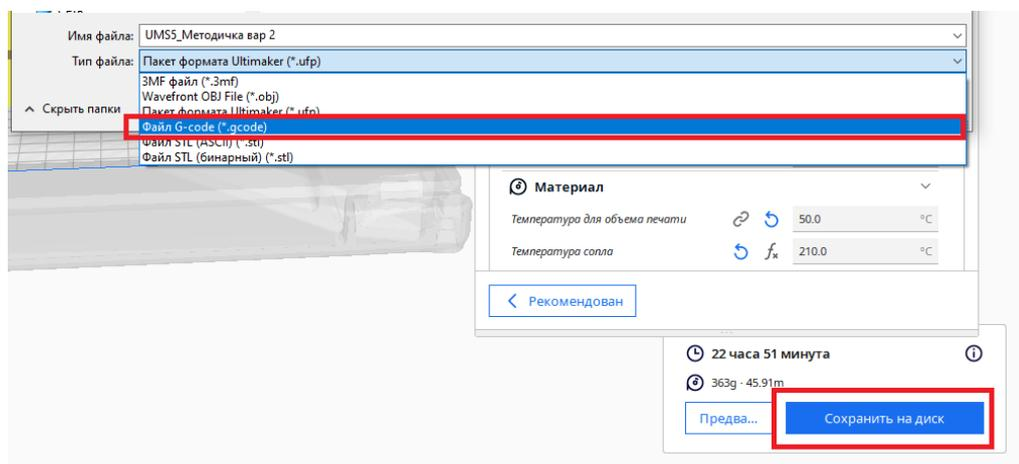

Рис. 126
7. Далее выполняем нарезку на слои и сохраняем файл на диск в формате *.gcode (рис. 126).